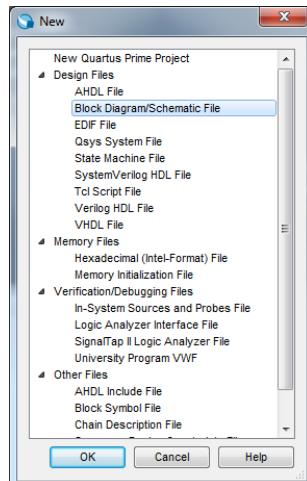

Figura 11 – Seleção do tipo de ficheiro a criar (*Block Diagram / Schematic File*).
**3.** Crie um novo ficheiro para um diagrama esquemático (menu “File→New”), de acordo com a Figura 11.